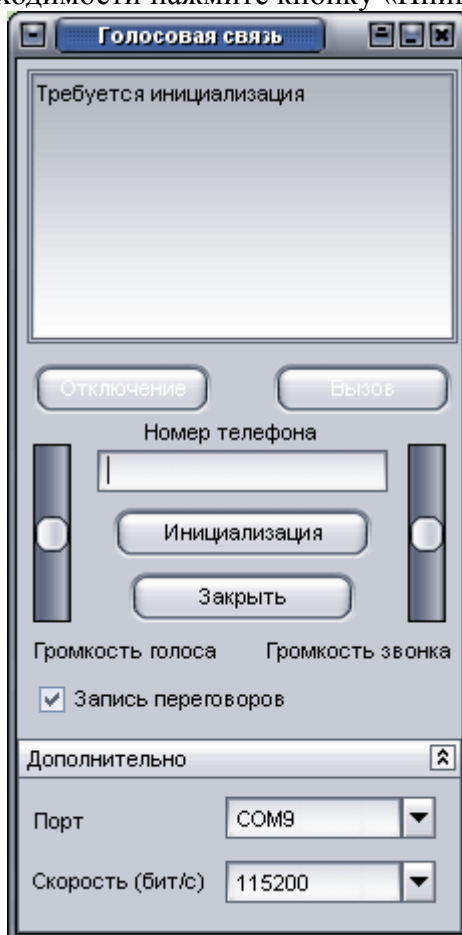

Рисунок 10
4.3.3.2. В окне «Голосовая связь», рисунок 10, нажмите кнопку «Дополнительно». Заполните поля: «Порт» - номер COM-порта, к которому подключено устройство связи; «Скорость (бит/с)» - скорость COM-порта.
–откройте окно **«Свойства папки»**, рисунок 10, выбрав пункт меню **«Сервис»** - **«Свойства папки»**.